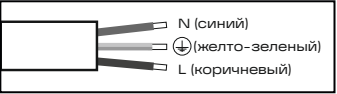

Рис. 1
- 5.14 Выполните электрическое подключение осветительного прибора согласно рис. 1.